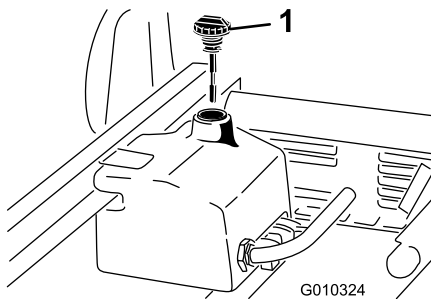

Figure 65
4. Nettoyez la surface autour du goulot et du bouchon de remplissage du réservoir hydraulique (Figure 65).
6. Sortez la jauge (Figure 65) du goulot de remplissage et essuyez-la sur un chiffon propre.